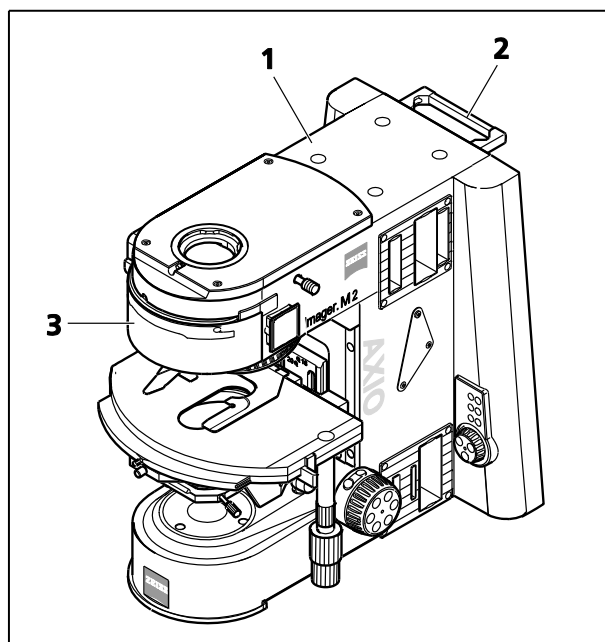

Fig.9 Mise en place du microscope
Le statif peut être transporté à l'aide de la poignée (Fig.9/2) située à l'arrière de celui-ci. Le deuxième point de prise ne doit jamais se trouver sur la platine du microscope, car cela pourrait endommager le guide. La poignée en renforcement sur le capot Fig.9/3) constitue un second point de prise sûr.
- Placer l'appareil (Fig.9/1) sur une table de travail plate et sans vibrations.